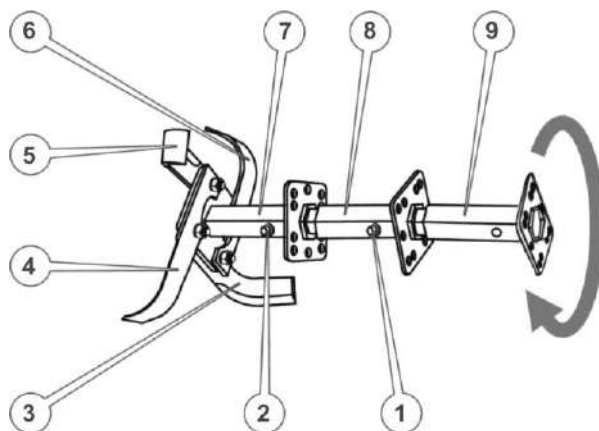
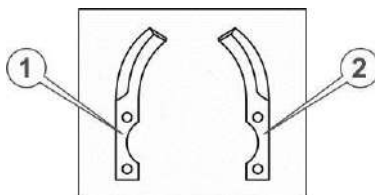

Рисунок 5. Грунтофреза
Рисунок 6. Ножи ґрунтофрези
1. Вставити додаткову маточину ротора в шестигранний отвір основної маточини та зафіксувати, щоб уникнути можливого осьового зсуву, пальцем із шпільтом (див. рис. 5.)
2. Взяти з комплекту ґрунтофрези по одному лівому і правому ножу (див. рис. 6.)
3. Прикласти ножі (наприклад поз. 1 та поз. 2 див. рис. 6 .) до кріпильного квадрата маточини уздовж двох суміжних сторін цього квадрата таким чином, щоб квадрат опинився всередині загинів ножів, загострені частини ножів були направлені в напрямку обертання (як зазначено стрілкою на рис. 5.), кріпильні отвори ножів збіглися з отворами квадрата, при цьому кінцевий отвір одного ножа (поз.3) збігся із серединним отвором іншого ножа (поз.4). Утримуючи ножі в такому положенні, вставити в отвір кріпильний палець та зафіксувати шплінтом.